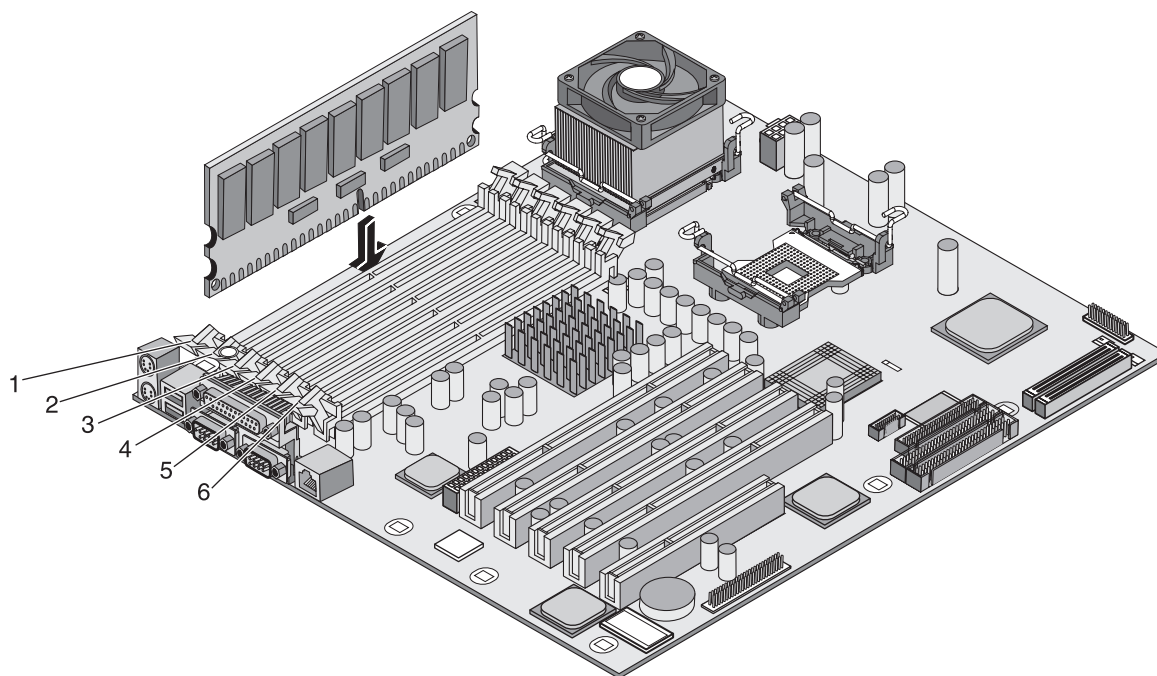

图 2-13：插装 DIMM
8. 使 DIMM 与主板垂直，均匀用力将 DIMM 按入插槽中，直到固定夹闭合。请参阅图 2-13。